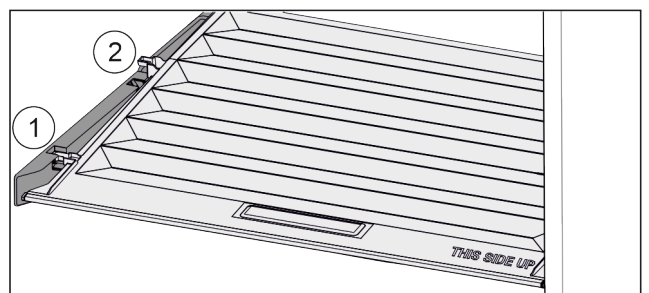

Fig. 36
- ▶ Потянуть крышку до отверстия в поддерживающих деталях вперед *Fig. 36 (1)*.
- ▶ Поднять сзади снизу и извлечь *Fig. 36 (2)* движением вверх.